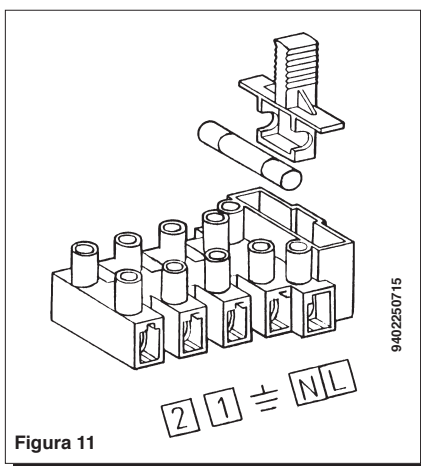

Figura 11
- accedere alla morsettiere di alimentazione (figura 11) come descritto al capitolo precedente;
- togliere il ponticello presente sui morsetti (1) e (2);
- *acceder al tablero de bornes de alimentación (figura 11) como descrito en el capítulo precedente;*
- *remover el puente sobre los bornes (1) y (2);*